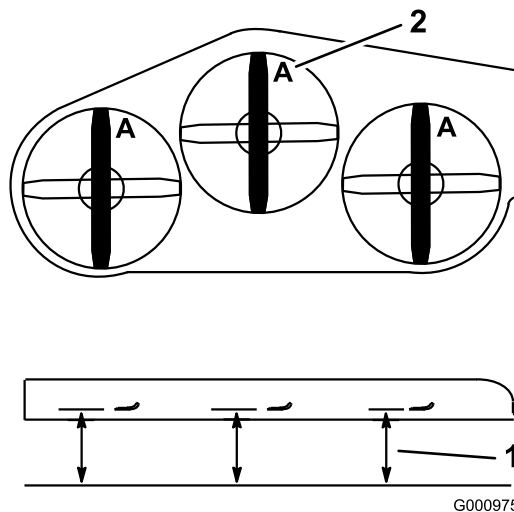

Figura 88
2. Misurate da un piano orizzontale fino al tagliente delle lame, posizione A, (Figura 88).